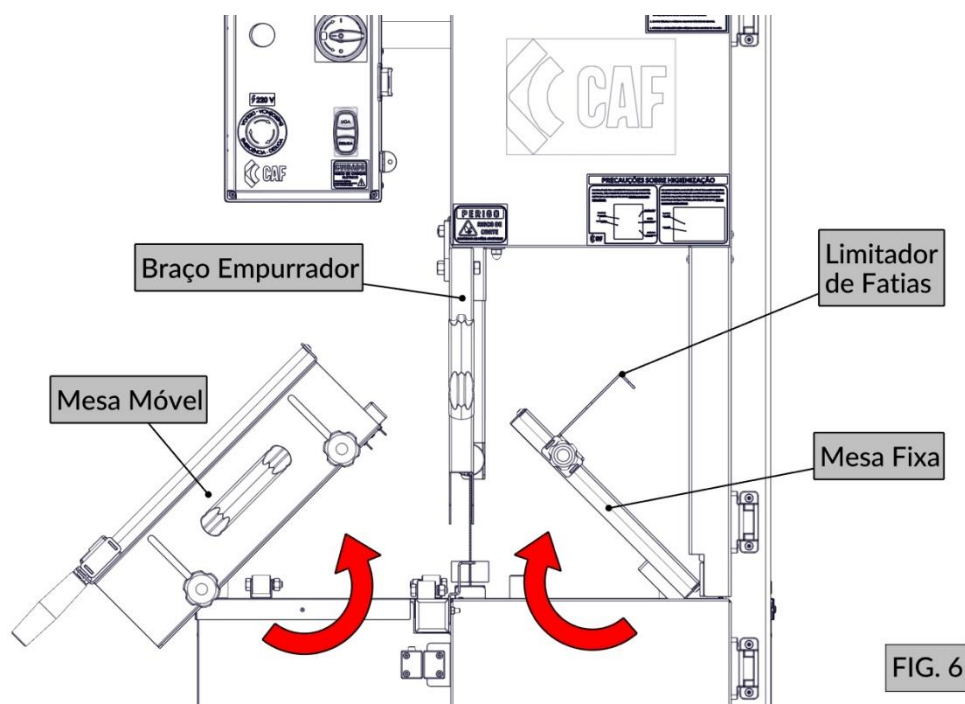

FIG. 6
3. As mesas podem ser inclinadas individualmente para realização da limpeza. Para isso, levante o braço empurrador e trave o limitador de fatias (FIG. 6). Em seguida, basta levantá-las.